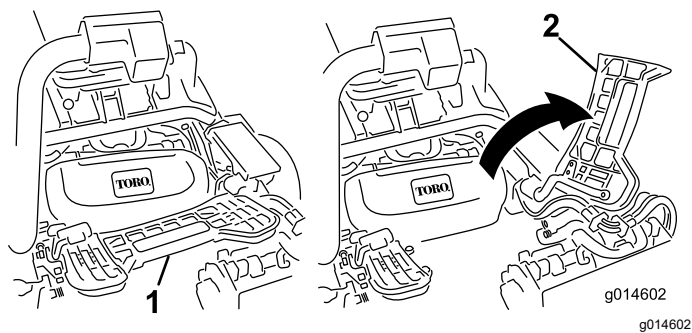

Figura 60
2. Eleve o apoio de pé e incline-o para aberto, permitindo o acesso à posição da unidade de corte central (Figura 60).